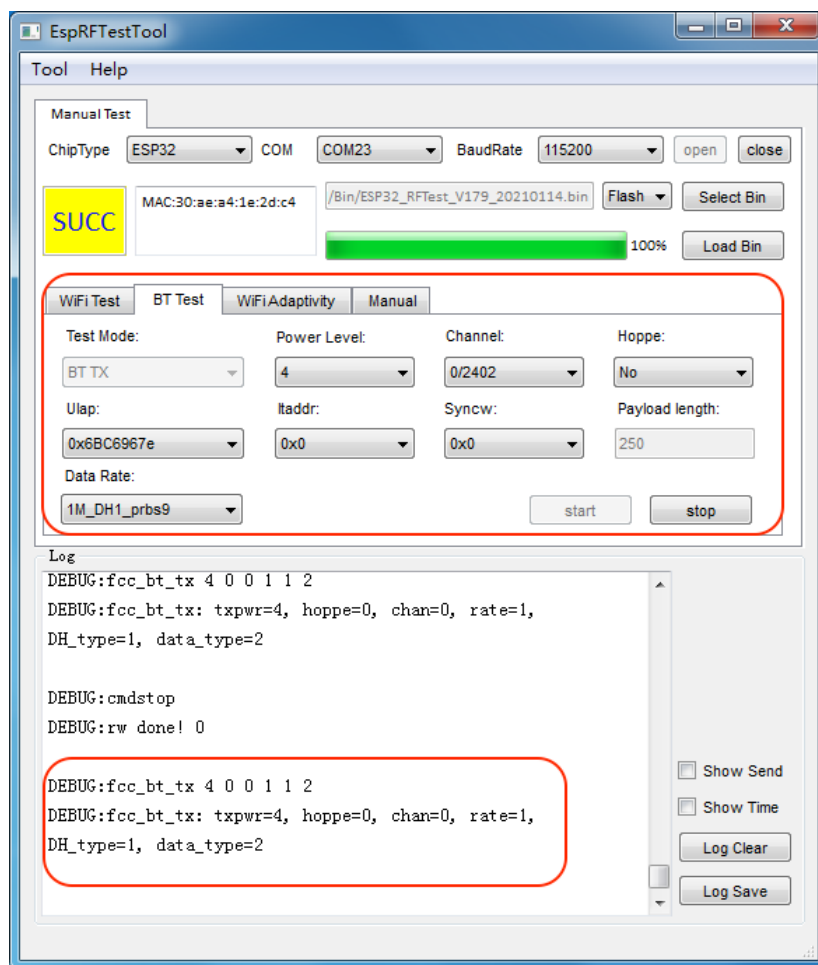

图 2-4. 蓝牙测试界面
- 打开 **BT Test** 页面，配置相关参数：**Power Level** 一般选择 4，其它设置根据实测需要来选择，图 2-4 显示的为 ESP32 蓝牙定频测试界面。